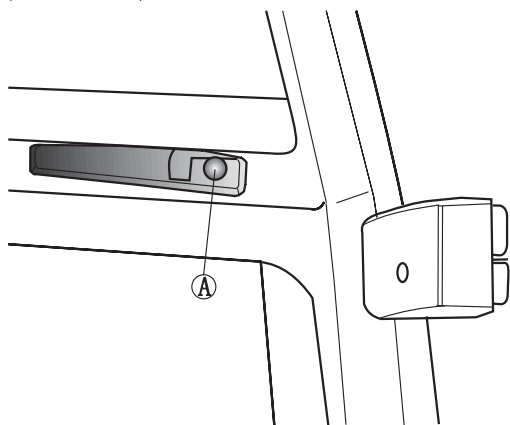

图 4-16 车门拉手（门外开门）
用车钥匙打开门锁并按下销钮 ①，从外面开门(见图4-16)。